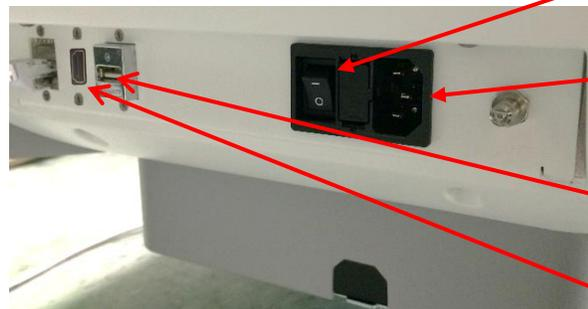

Figura 6: Ligando e desligando o ExactVu
1. Verifique se a *chave liga/desliga* (i.e., localizada na parte inferior do painel traseiro, conforme mostrado na Figura 6) está na posição *OFF* e o *system power control* está apagado.
2. Ligue o *cabo de energia* no conector localizado ao lado da chave de energia. Ver Figura 6.